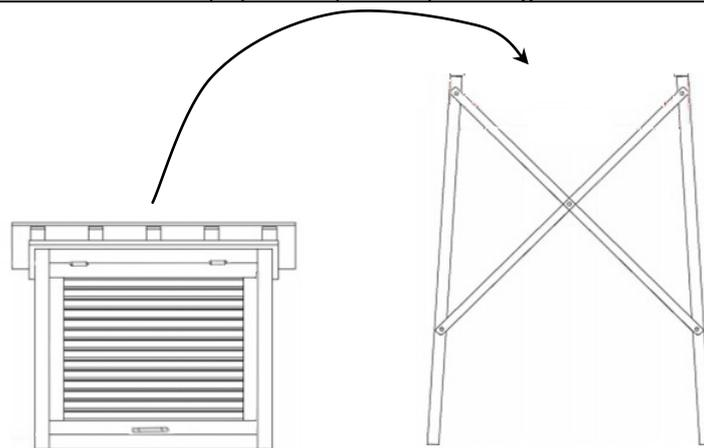

Figura 1
- Sollevarla la capannina e posarla sopra al cavalletto metallico di supporto facendo combaciare il lato più corto del supporto al fianco della capannina (v.Figura 1); si raccomanda di effettuare tale operazione almeno in 2 persone per la capannina piccola mod.CPM1 e 3/4 persone per la capannina grande mod. CPM2.